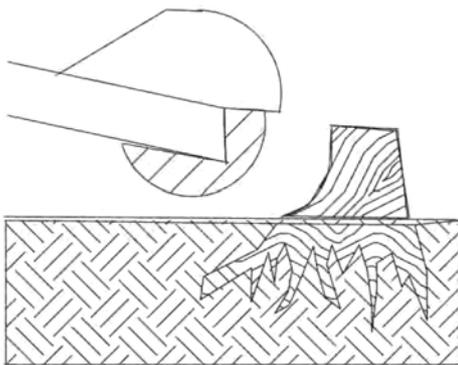

Рис. 5 Размещение режущего диска к внешнему краю пня
- d. Отпустите рычаг тормоза, переместите машину на оставшийся внешний край пня (см. рис. 5).